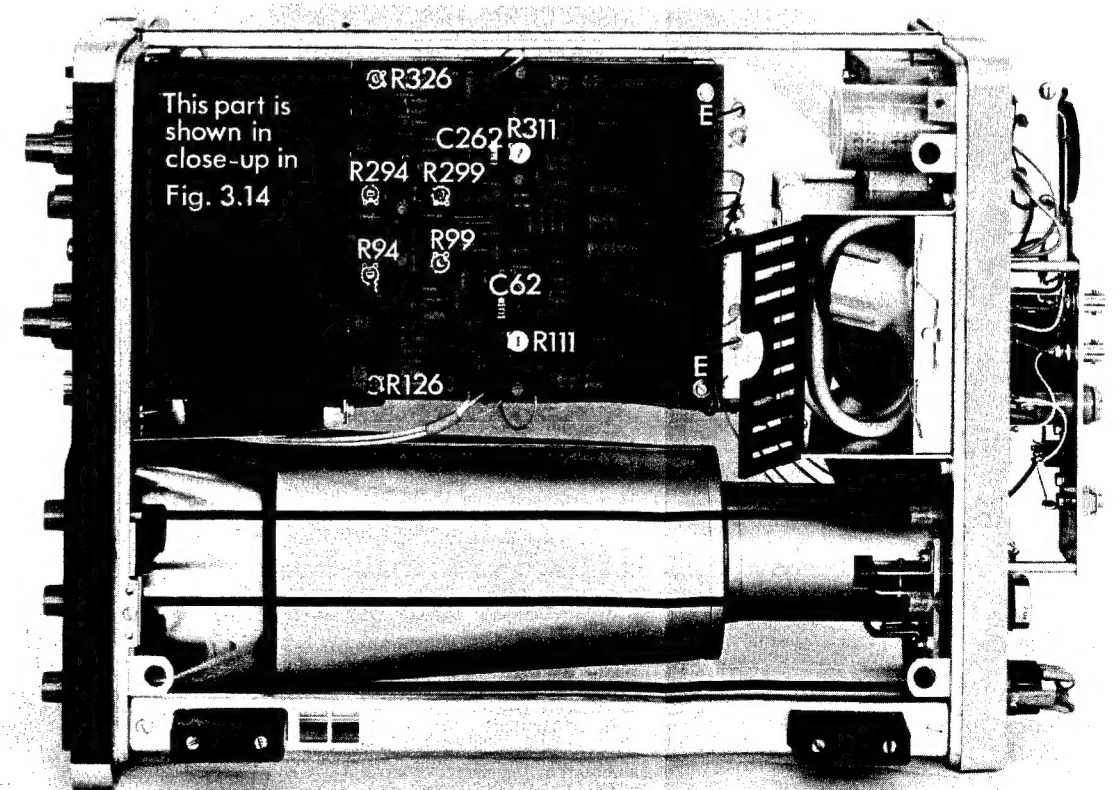

Abb. 2.23. Abgleichelemente (PM 3232)
- Prüfen, ob die Zeitbasislinie nicht mehr als 4 mm springt. Korrektur mit Potentiometer R126 (R326), Abb. 2.23.
- Prüfen, ob die Höhe des Oszillogramms $6 \text{ cm} \pm 2 \%$ beträgt. Korrektur mit R111 (R311), Abb. 2.23.